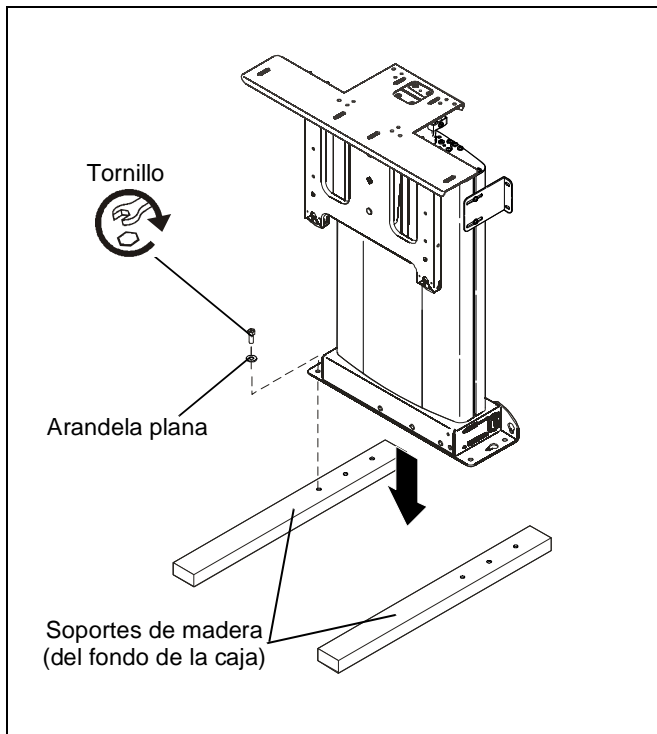

Figura 1
3. Coloque los dos soportes de madera en el piso y fije el CM2C40 a los soportes utilizando cuatro arandelas planas de 5/16" y cuatro tornillos de 5/16" de 2 1/2" de largo (incluidos en la caja). (Consulte la Figura 1).